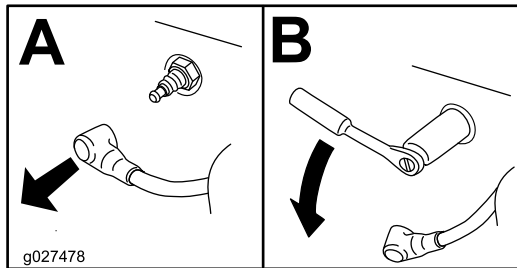

Figure 43
3. Déposez la bougie, comme montré à la **Figure 43**.